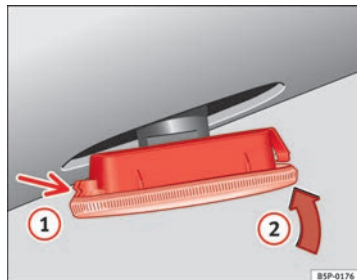

Fig. 173 Intermitente lateral
- Coloque el intermitente en primer lugar en el orificio de la carrocería, encajando las pestañas ⇒ fig. 173, flecha ①.
- Encaje el intermitente como indica la flecha ② ⇒ fig. 173. ■